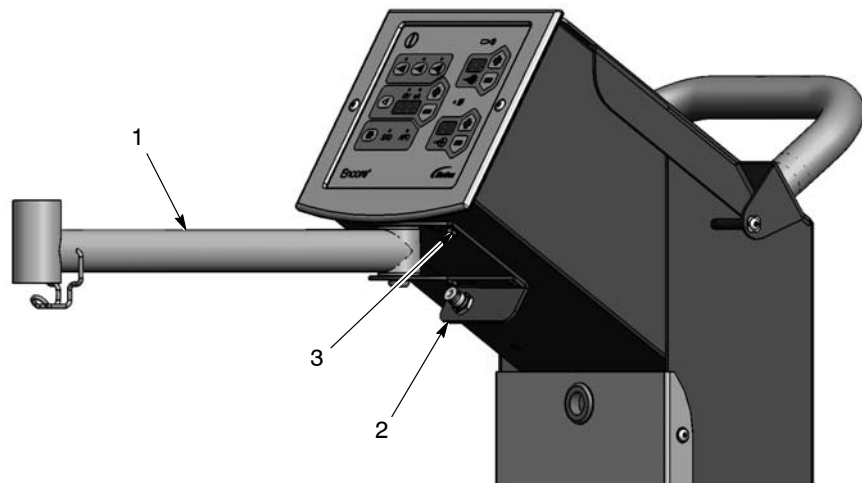

Рис. 3-5 Монтаж штанги всасывания
2. См. рис. 3-5. Используя четыре винта М5 х 10 с шайбами (3), смонтировать штангу всасывания, как показано на рисунке.